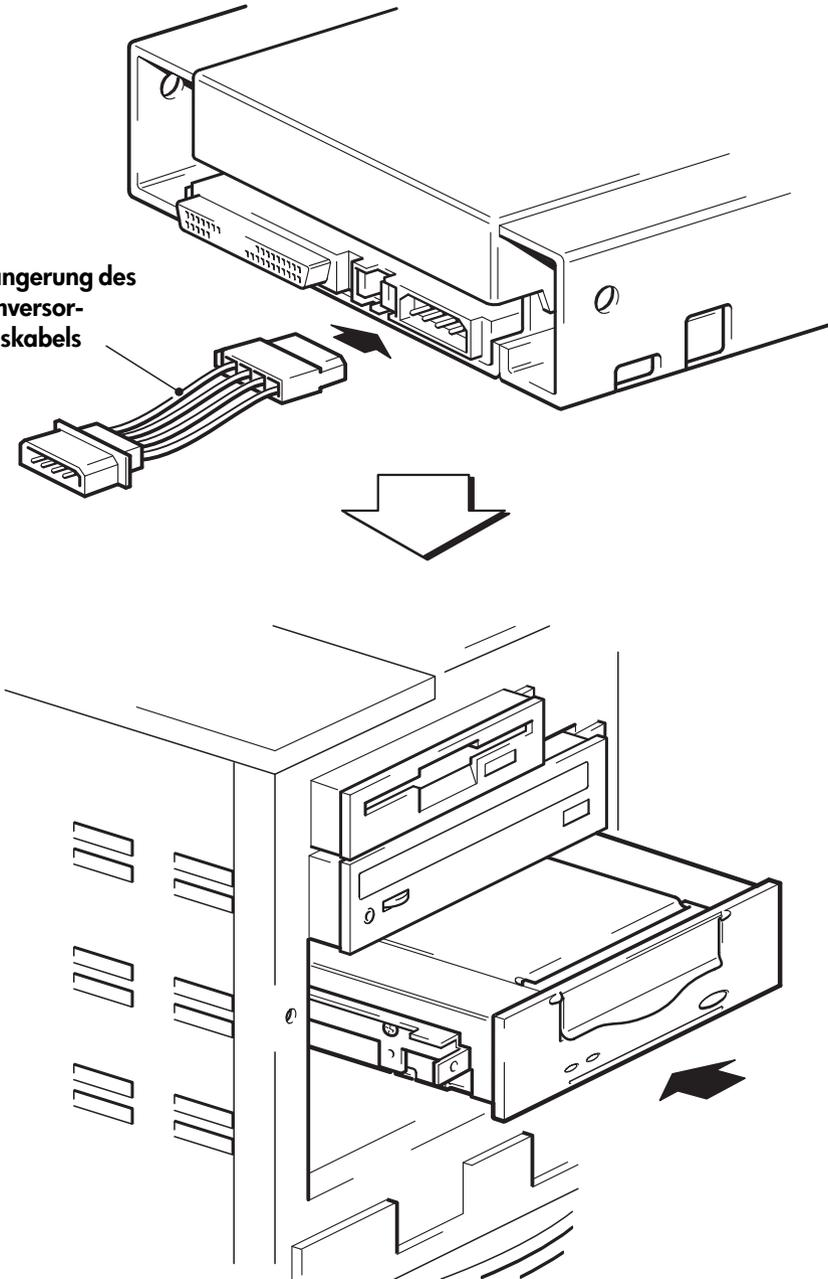

Abbildung 7: Installieren des Laufwerks
- 1 Schließen Sie die Verlängerung des Stromversorgungskabels an den Netzanschluss auf der Rückseite des Bandlaufwerks an (siehe Abbildung 7).
- 2 Schieben Sie das Bandlaufwerk in den freien Laufwerksschacht, und richten Sie dabei den Einbaurahmen bzw. die Einbauschiene an den Vertiefungen im Schacht aus (siehe Abbildung 7).